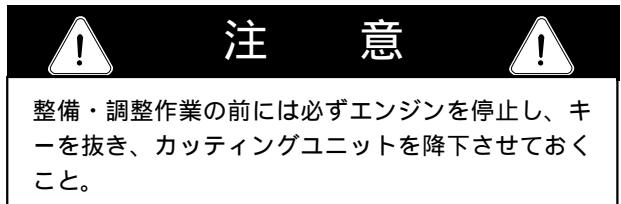

図 46
- 9 . インジケーター（図46）が赤になっていればリセットしておく。